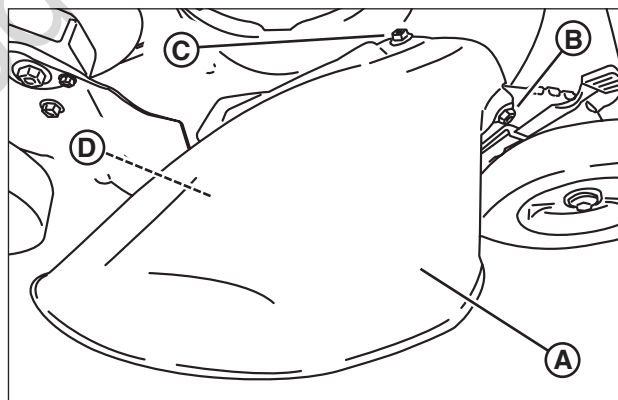

Figure 9: Installation du déflecteur d'éjection
2. Posez le déflecteur (**A**, **Figure 9**) sur le plateau à la place du couvercle de déchiquetage en vous assurant que :